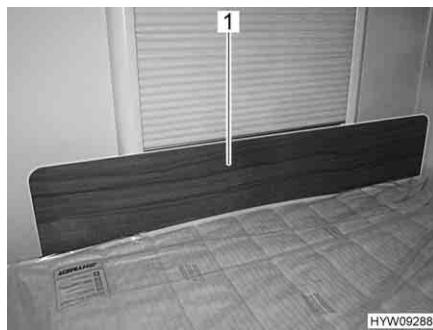

Fig. 90 Pannello di protezione/protezione anticaduta
- Inserire il pannello di protezione (Fig. 90,1) davanti alla finestra, tra il mate-rasso e il telaio della finestra. L'effetto di serraggio del materasso mantiene il pannello di protezione in posizione, davanti al telaio della finestra.